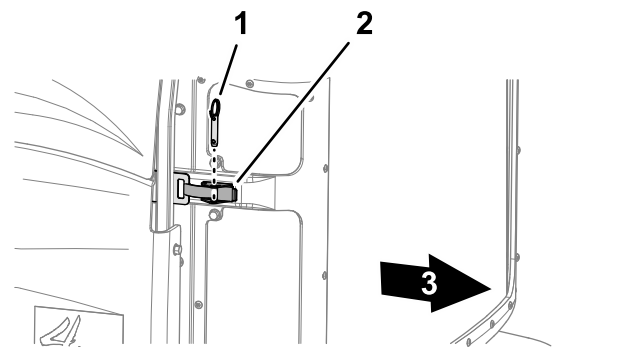

Figura 64
2. Retire el pasador de bola del cierre de la rejilla (Figura 64).